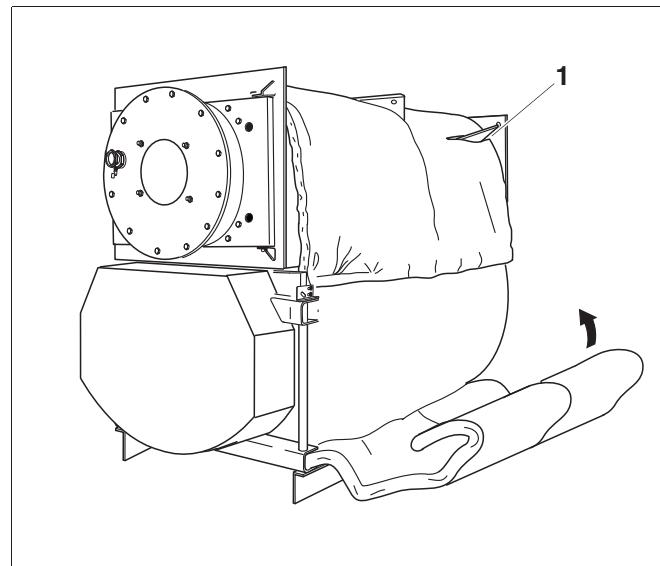

Рис.13 Технология
- ▶ Следите за расположением вырезов для предохранительного устройства контроля количества воды и косынок жесткости (рис. 13, [4] + [5], стр. 23)!
- ▶ Протяните теплоизоляцию под котлом рис. 13.